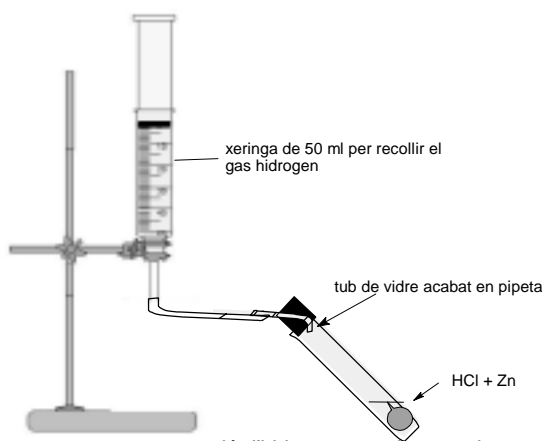
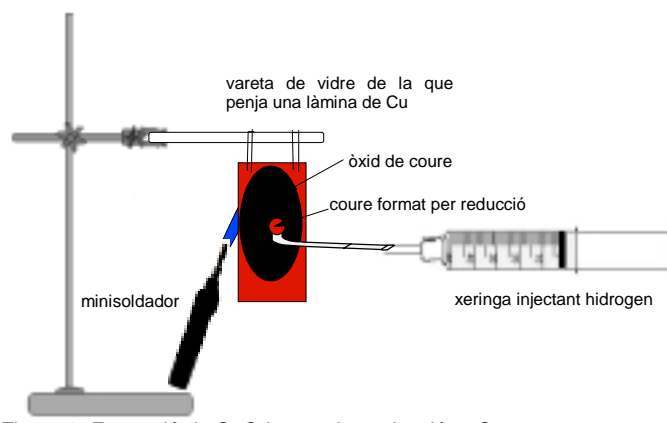

Figura 2: Obtenció d'hidrogen en microescala
Figura 3: Formació de CuO i posterior reducció a Cu
1. Primer s'obté gas hidrogen per reacció entre el Zn i l'HCl, el gas omple la xeringa. (Figura 2)
4. Mentre es va escalfant, s'injecta gas hidrogen sobre l'òxid de coure, **per la cara oposada on hi ha la flama**, enviant l'hidrogen ben a prop de la part negra de la làmina. (Figura 3)
1. Prepareu una xeringa de 50 cm³ amb un tros de tub de goma i acoblat a ell un tub de vidre acabat en pipeta. Prepareu ara un tub d'assaig amb dissolució HCl 1 mol/dm³ i granalla de Zn. Quan es comença a generar hidrogen, es tapa el tub d'assaig gran, amb el tap foradat per on travessa el tub de vidre connectat a la xeringa (figura 2). La finalitat és omplir-la de gas hidrogen. Això es fa lluny de qualsevol flama.
2. La làmina de coure, que cal procurar que sigui ben neta es penja d'una vareta de vidre amb un parell de clips. Amb el minisoldador s'escalfa una de les cares d'aquesta làmina i s'observa que a l'altra cara es forma l'òxid de coure (II), negre. El soldador es pot deixar instal·lat, agafant-lo amb una pinça i un suport o ho pot fer un/una ajudant/a.
3. Mentre el soldador va escalfant, s'agafa la xeringa amb hidrogen i es dirigeix la punta de la pipeta, directament i ben a prop a la làmina de coure i en la cara oposada on hi ha la flama. (Figura 3)